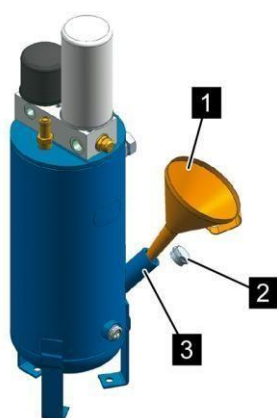

Рис. 45: Заливной штуцер
8. При помощи воронки (Рис. 45/1) залейте охлаждающую жидкость до заливной кромки заливного штуцера (Рис. 45/3).
10. Вставьте резьбовую пробку наливного отверстия (Рис. 45/2) и затяните ее ↪ Приложение В «Моменты затяжки винтов» на странице 153.